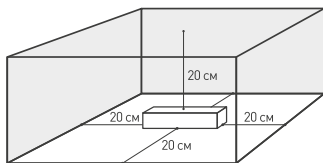

Рис. 2. Свободное пространство вокруг источника
- температура окружающего воздуха от -40 до $+90$ °С, см. график зависимости максимально допустимой нагрузки на источник питания от температуры окружающей среды на рис. 2;